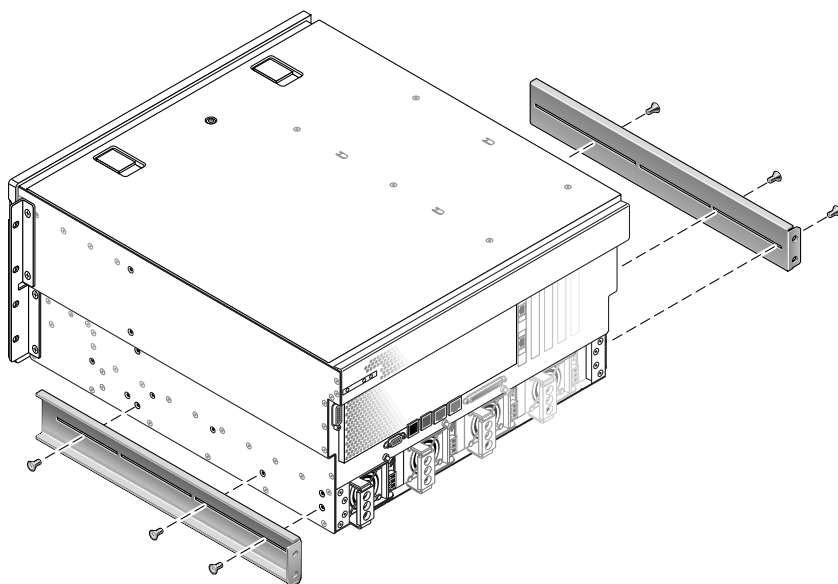

图 3-19 安装后端装配支架
5. 将后端装配支架安装在服务器的背面，且后端装配支架一直延伸到测量得出的机架深度（图 3-19）。